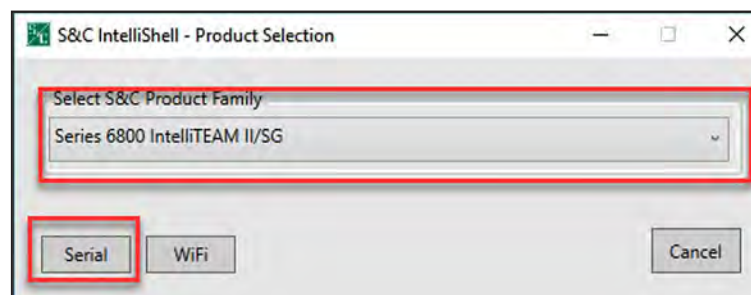

Figura 124. Seleção do Produto e opção de conexão Serial.
**PASSO 2.** Selecione o produto no qual o rearme de fábrica será executado e clique no botão **Serial**. Ver Figura 124.